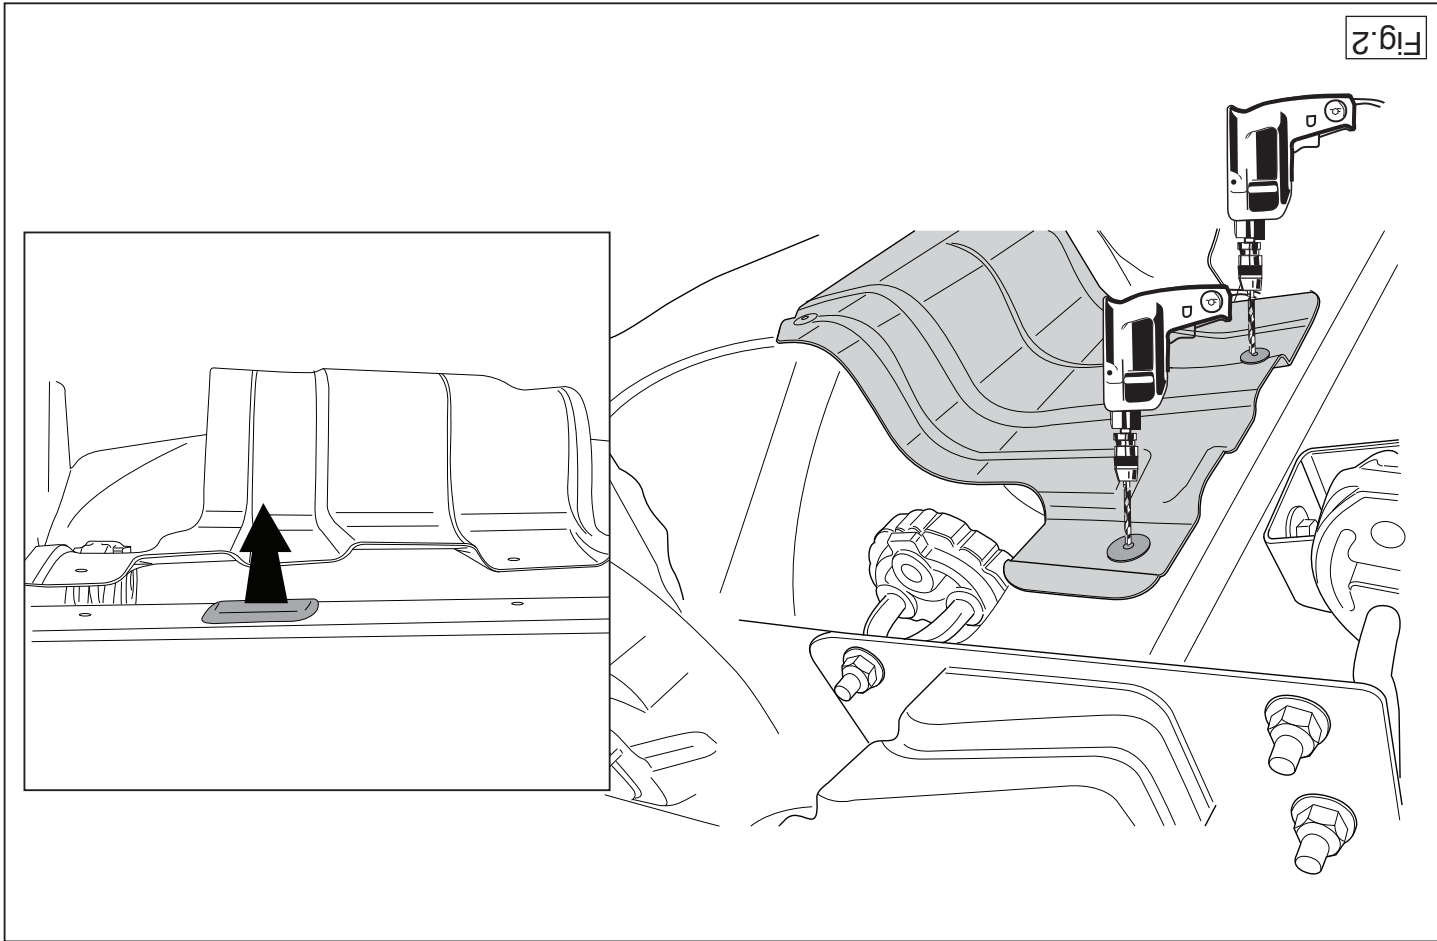

Fig.2
3. Verwijder t.p.v. de aangegeven punten de rubberen doppen (zie fig. 2).
2. Den hintersten Auspuff-Schalldämpfer abmontieren und das Hitzeschild lösen. (Siehe Abbildung 2).
3. Bei den angegebenen Punkten die Gummikappen entfernen (siehe Abb. 2).
3. Avlägsna gummikåporna vid de markerade punkterna (se fig. 2).